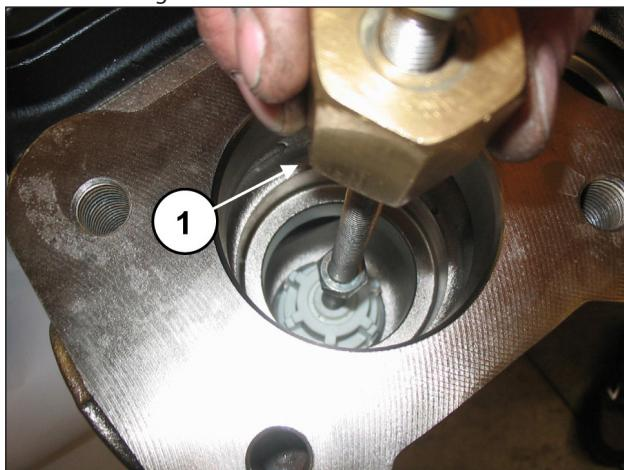

Fig. 94
Estrarre il gruppo valvola aspirazione mediante l'utilizzo di un estrattore a massa battente (cod. 27516400) da applicare al foro M10 del guida valvola (pos. ①, Fig. 94) o, in aggiunta, eventuale adattatore M10-M16 (cod. 25089700) da applicare al filetto M16 del guida valvola.